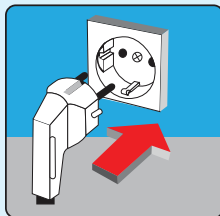

Abb. 13
Achten Sie darauf, dass die untere Klappe des Geräts nicht durch Materialien wie Pappe, Kartons usw. verdeckt wird, um eine gute Kühlung zu gewährleisten. (Abbildung 13)
- Wenn Ihr Produkt während des Transports und der Aufstellung stark durchgeschüttelt wurde, warten Sie eine (1) Stunde, ohne den Kühler in Betrieb zu nehmen. Auf diese Weise kehrt das Kompressoröl, das möglicherweise in das System gelangt ist wieder zurück. Sie können den Kompressor beschädigen, wenn Sie ihn ohne diese Überlegung in Betrieb nehmen.
- Stecken Sie den Stecker Ihres Produktes nur in eine Steckdose mit Wechselstrom von 220-240V/50 Hz, die vorschriftsmäßig installiert wurde. (Abbildung 13)